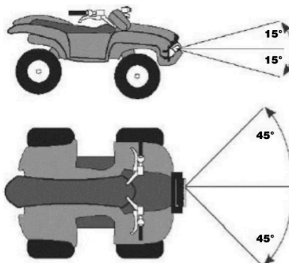

fig. 8
- a. Utilisez seulement en ligne droite. Ne l'utilisez pas à un angle (fig. 8).